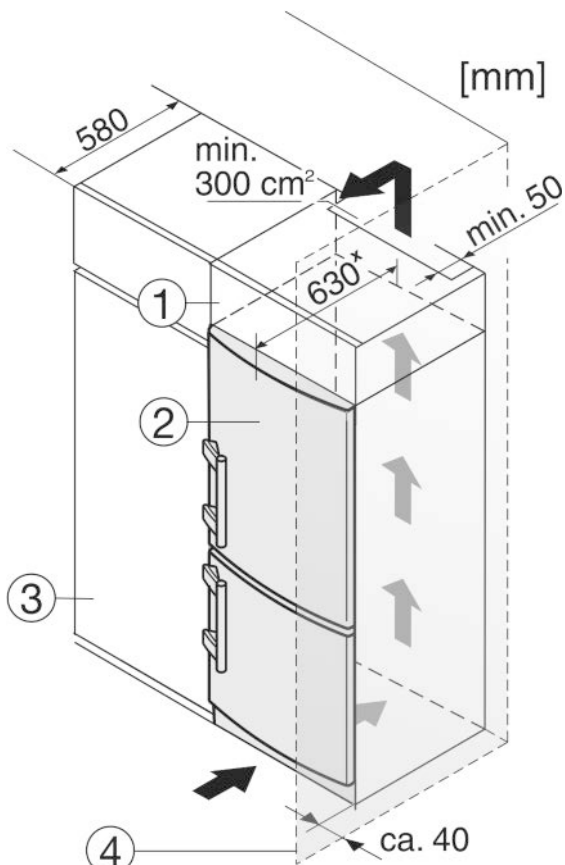

Fig. 9
- (1) Дополнительный шкафчик
- (2) Устройство
- (3) Кухонный шкаф
- (4) Стенка
Устройство может быть окружено предметами кухонной обстановки. Чтобы уравнять устройство Fig. 9 (2) по высоте с кухонной стенкой, можно установить над устройством соответствующий дополнительный шкафчик Fig. 9 (1).
При комбинировании с кухонными шкафами (глубина макс. 580 мм) устройство можно установить непосредственно рядом с кухонным шкафом Fig. 9 (3). Устройство выступает сбоку на 34 мм* и по центру на 50 мм* относительно передней стенки кухонного шкафа.
Если устройство установлено на шарнирах у стены Fig. 9 (4), то расстояние между устройством и стеной должно быть не менее 40 мм. Настолько выступает ручка при открытой дверце.